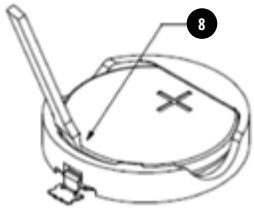

Fig. 8
O LCD mostrará “REPLACE BATTERY!” quando for hora de substituir a pilha. Não é necessário substituir uma pilha com uma leitura de 25% ou superior. Remova a tampa do parafuso (6) da Fig. 1 girando no sentido dos ponteiros. Uma chave de fenda pode ser necessária para soltar a tampa. Suavemente retire a pilha velha com uma faca pequena ou chave de fenda pequena como mostra em (8) da Fig. 8, com cuidado para não danificar o suporte da pilha. Substitua com uma pilha nova tipo moeda de lítio CR2032 e substitua a tampa do parafuso. Aperte a tampa no sentido dos ponteiros até que o anel de vedação esteja ligeiramente comprimido..